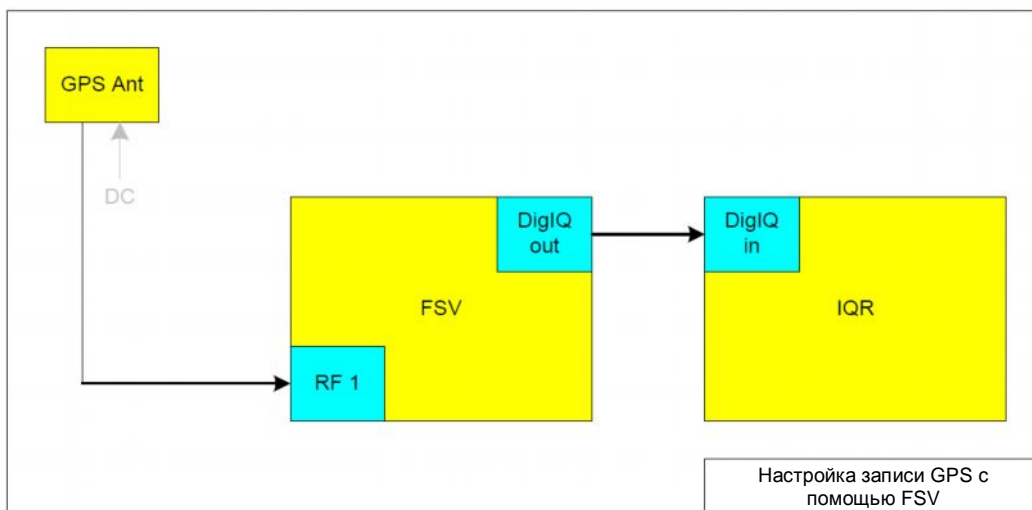

Рис. 5 – Аппаратная конфигурация для регистрации сигналов GPS L1c использованием анализатора R&S®FSV.
На рис. 5 показана аппаратная конфигурация с использованием анализатора R&S®FSV. Данный вариант предполагает использование активной GPS-антенны, для работы которой требуется собственный источник питания. Более того, эта конфигурация не предполагает подключения постоянного напряжения питания (DC) к входу RF1 прибора R&S®FSV.